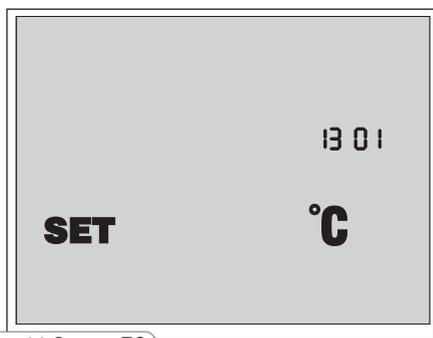

Рис. 14. Версия ПО
- Нажмите кнопку  для отображения на дисплее настенной панели управления кода исполнения платы контроллера и кода версии программного обеспечения (рис. 14).